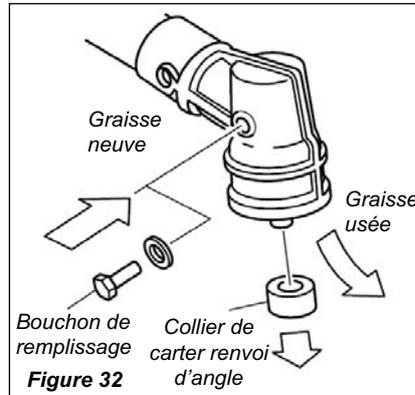

Figure 32
- Ôter l'accessoire de coupe, le support de l'accessoire de coupe et le collier de l'arbre de transmission. Ôter le bouchon de remplissage et verser la nouvelle graisse dans le carter renvoi d'angle jusqu'à ce que la graisse sorte du boîtier d'engrenages. Utiliser uniquement une graisse à base de lithium (telle le lubrifiant pour boîtier d'engrenages de Shindaiwa ou un produit équivalent). Voir la figure 32.